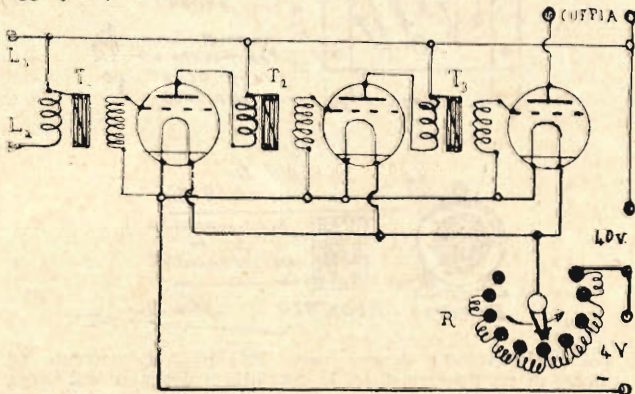

Fig. 2. —  $T_1 - T_2 - T_3$  trasformatori intervalvolari a B. F.;  $R$ , resistenza d'accensione di 1 Ohm.
Sopra di un quadro precedentemente costruito, secondo le dimensioni della fig. 1 fissi le due serie di isolatori, che dovranno portare le singole spirali. Il filo da usarsi è Nichelina, la cui resistenza specifica è di 0,3 Ohm al metro, e ne occorrono metri 7 del  $\varnothing$  di 1 mm., si divide detta quantità in 4 parti uguali e se ne avvolgeranno 4 spirali, fermandole ai rispettivi isolatori, nel resto la figura mi pare abbastanza eloquente. Non le resta quindi per ottenere la tensione voluta che collegare in serie col circuito d'utilizzazione il detto reostato, come secondo la fig. 2, dopo averne inserita la 4ª spirale mediante l'apposita manovella.
Ma vi sono apparecchi a tre lampade (montati come nella fig. 2) da usarsi con un rivelatore estraneo (un'altra valvola o un detector a cristalli). Per questi occorre inserire uno dei detti rivelatori tra il quadro e l'amplificatore. Il montaggio con l'un tipo o con l'altro di amplificatori è indicato nelle figg. 3 e 4.
4.° Il detector. — Se il montaggio dell'amplificatore è quello della fig. 2, come s'è detto, occorre inserire un detector in